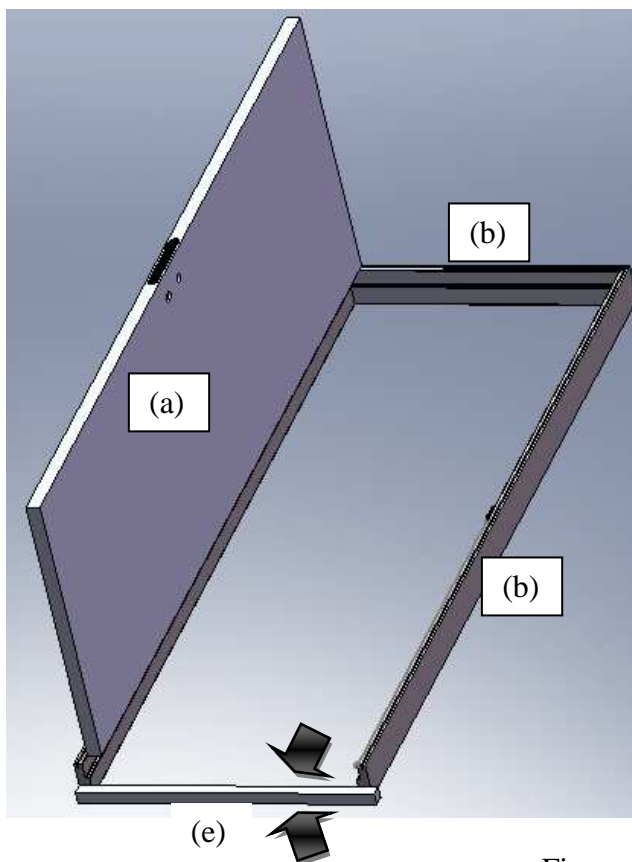

Figura 1
- Retire cuidadosamente a travessa de contenção (e) do kit (Figura 1).